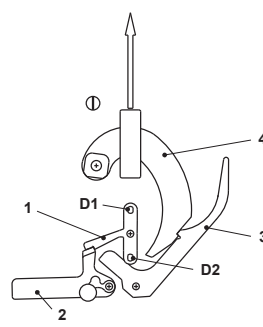

Figura 14. Mecanismo
**MANTENIMIENTO (BM)**
- Disparo manual del obturador de bloqueo (c.f. Figura 14)
**OPCIONES (BM)**